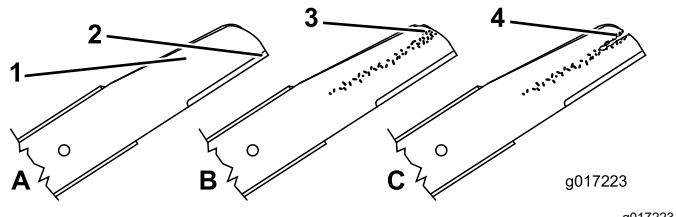

Figura 38
1. Inspecione as extremidades de corte (Figura 38). Se as extremidades não estiverem afiadas ou estiverem amolgadas, retire e afie as lâminas.
2. Inspecione as lâminas, especialmente a área curva (Figura 38). Se verificar quaisquer danos, desgaste, ou a formação de ranhuras nesta área, substitua imediatamente por lâminas novas.